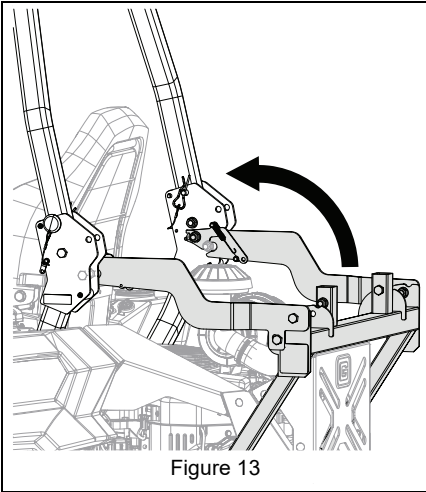

Figure 13
6. S'assurer que les barres d'ensacheuse sont bien enclenchées dans les supports d'ensacheuse. Relever et tourner la barre d'ensacheuse de façon à ce que les bras d'ensacheuse se verrouillent sur les boulons de la protection anti-renversement. S'assurer que les deux côtés soient fixés. Voir Figure 13.